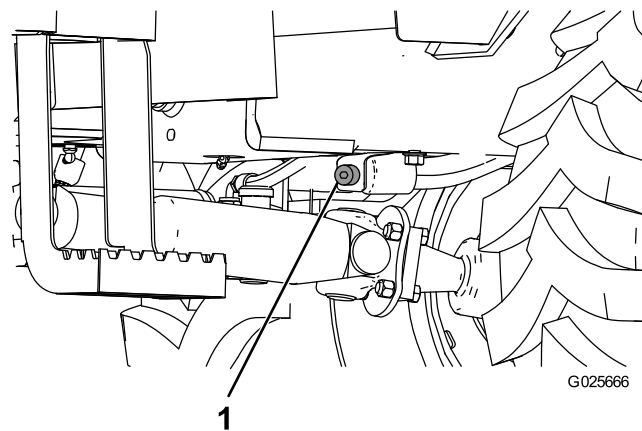

Рисунок 30
3. Снимите крышку заливной горловины и пробку сливного отверстия (Рисунок 30).